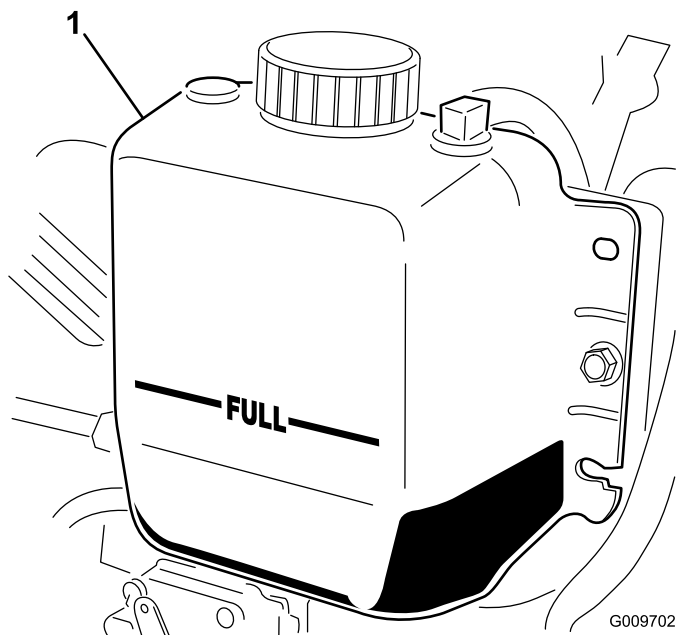

图61
2. 检查散热器冷却液液位。散热器中的冷却液应添加至加液口颈的顶部而膨胀水箱中的冷却液应添加至已满标记处图61。